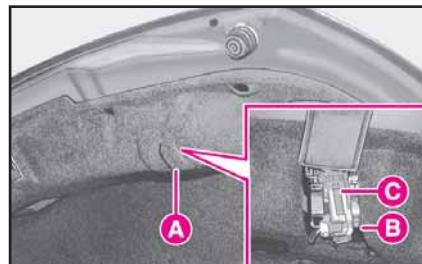

fig. 27
1) abra la tapa del maletero y levante el revestimiento A (fig. 27) en correspondencia a la lámpara que va a sustituir;